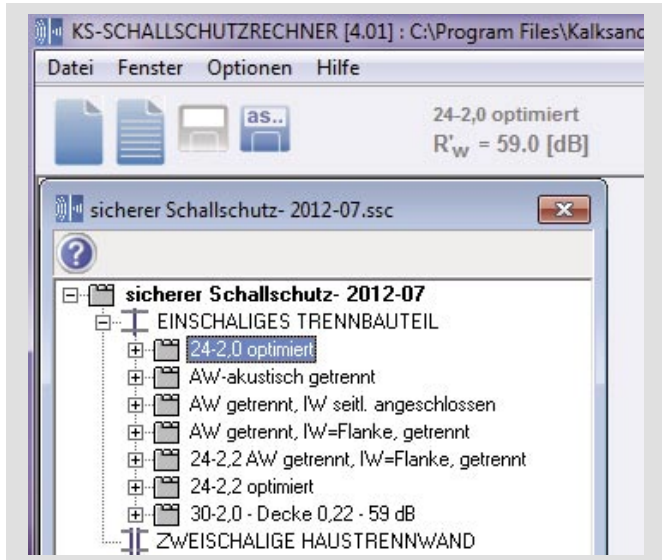

Bild 10: Aufgelistete Varianten im Projektbaum
**Sieben Variantenbetrachtungen (Tafel 3, Bild 10)**